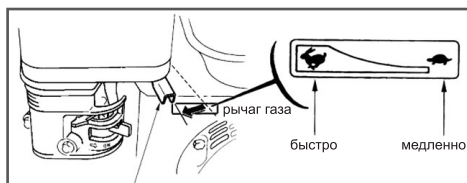

Рис.32
- Переведите рычаг газа (Рис. 32) на 1/3 хода в сторону положения максимальных оборотов двигателя (обозначение зайца на наклейке - максимальные обороты, черепахи - холостые обороты).
- Откройте топливный кран, переместив рычаг топливного крана в рабочее положение (ON).
- Переведите рычаг газа (Рис. 32) на 1/3 хода в сторону положения максимальных оборотов двигателя (обозначение зайца на наклейкемаксимальные обороты, черепахи холостые обороты).